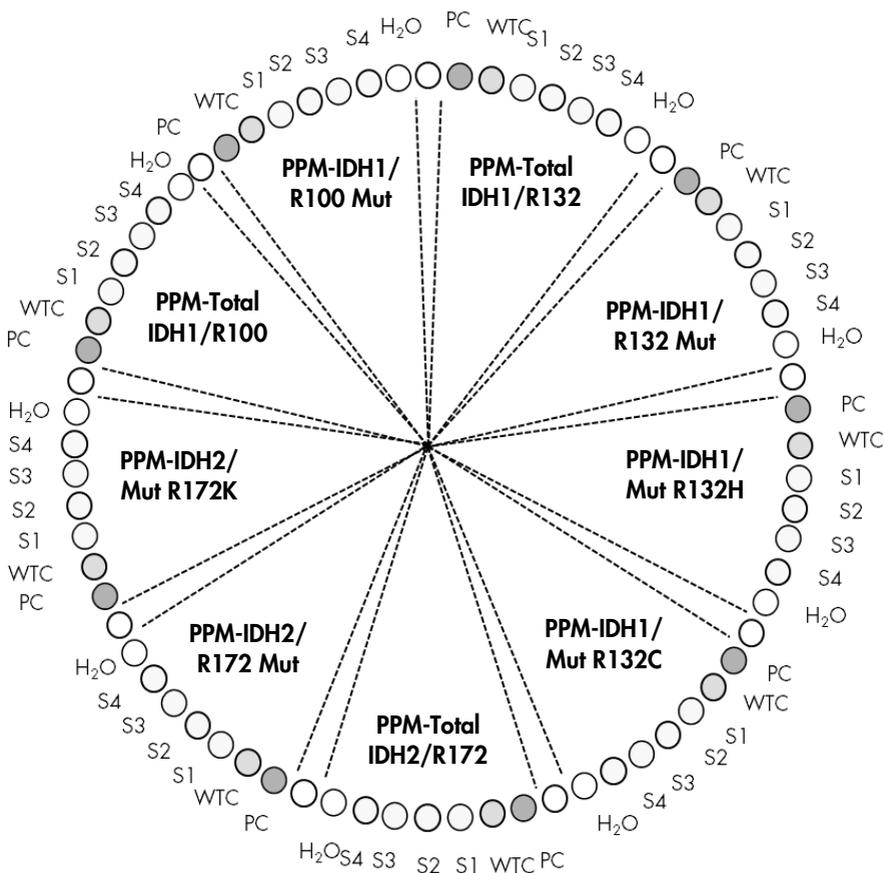

Figura 2. Configurazione consigliata per un esperimento con il *therascreen* IDH1/2 RGQ PCR Kit.
- È consigliabile analizzare tutti i campioni una volta per ogni seduta PCR, come indicato in Tabella 2 e con la disposizione del blocco di caricamento e la configurazione del rotore indicate in Tabella 3 e Figura 2.
6. Inserire le provette nell'adattatore in dotazione con lo strumento (Figura 2).